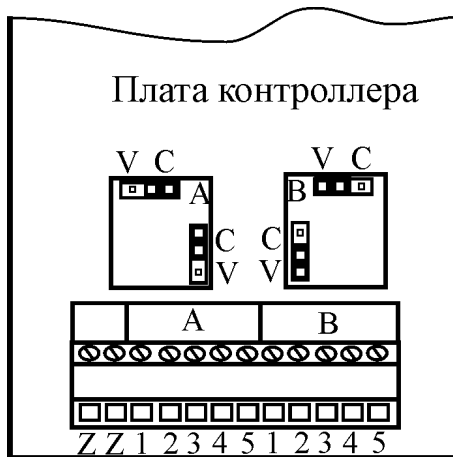

Рисунок 4
6. Установите парные перемычки для каждого блока вызова на плате в положение «С», если к видеомонитору подключен блок вызова с КМЛС или в положение «V», если подключены блоки вызова типа ЦИФРАЛ М-1.1V (см. рисунок 4).